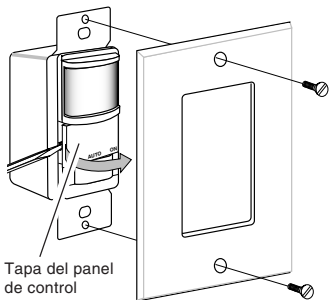

Figura 2 - Cómo quitar la tapa del panel de control
2. Presione con un destornillador como se muestra en la Figura 2. Gire la tapa del panel de control hacia afuera para quitarla.